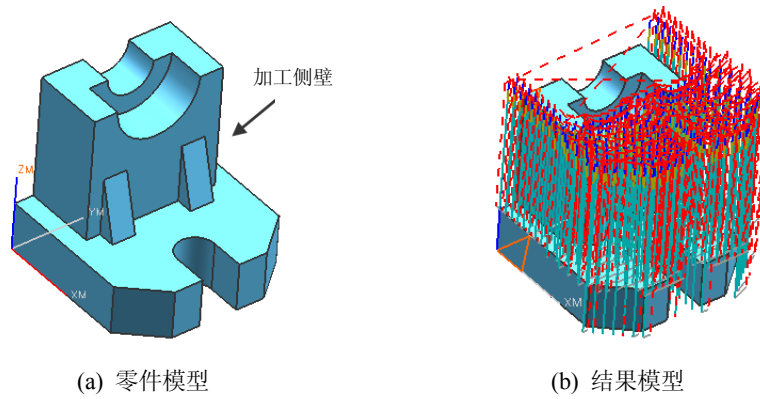

图 5-38 习题(3)模型
(3) 在 NX 6 中创建如图 5-38(a)所示的零件模型，然后进入加工环境创建插铣操作，粗加工和半精加工其外部侧壁，完成后的效果如图 5-38(b)所示。